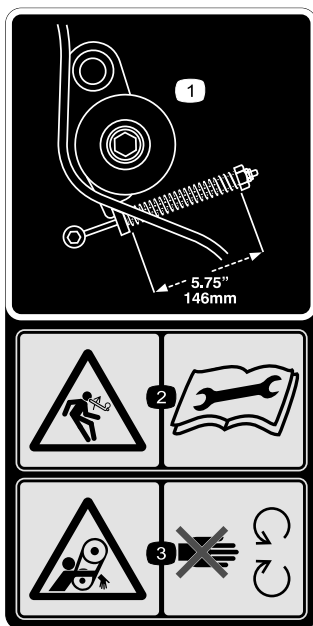

Figura 28
1. Per ottenere una tensione della cinghia adeguata comprimete la molla del tenditore fino ad una lunghezza di 146 mm (Figura 28).